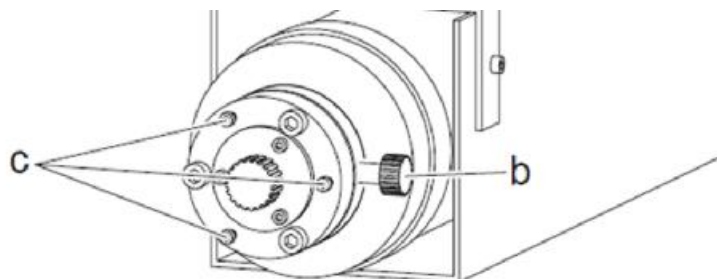

Abb. 1-2: Schraube zur Strahlabschwächung (b), Feststellschrauben (c)
Nach dem Einschalten des Lasers und Abwarten der Aufwärmphase (grüne LED am Laser bzw. Controller leuchtet auf), sollte das freie Faserende (FC-APC) bei geöffneter Abschwächerschraube (b, Abb. 1-2) deutlich rot aufleuchten. Wird das freie Faserende auf eine Oberfläche gerichtet, sollte ein heller roter Fleck zu sehen sein.
3. Maximieren Sie die Intensität des Lasers durch Aufdrehen der Schraube für die Strahlabschwächung (b, Abb. 1-2).
17. Stellen Sie die Laserintensität mit der Intensitätsschraube (b, Abb. 1-2) ein, bis nur wenige rote Punkte im Live-Bild sichtbar sind.